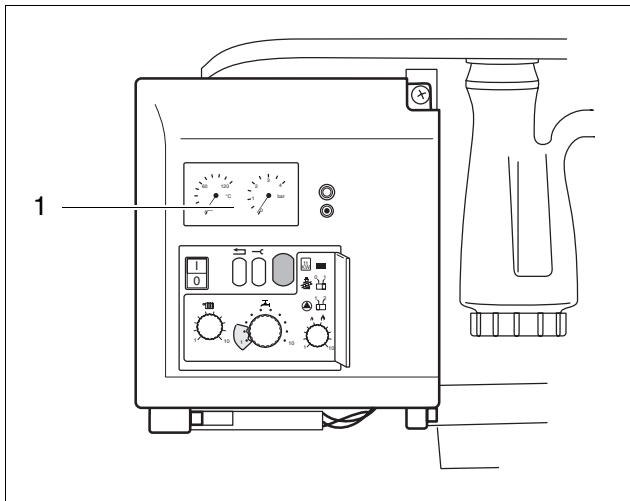

Fig. 1 Indicazione della pressione
- Controllare la pressione dell'acqua (fig. 1, pos. 1).